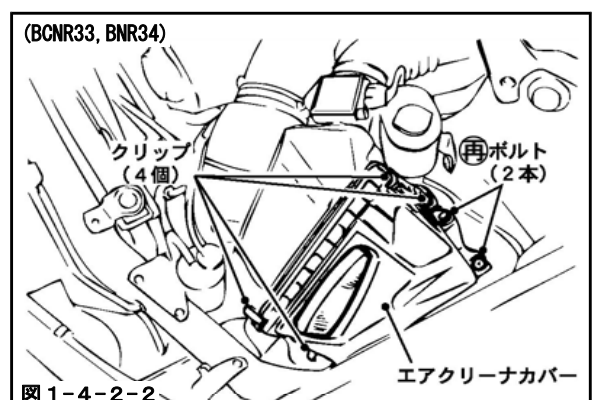

図1-4-2-2
- (6) フロント, リア(以下F, Rとする)のエアフロメータをとめているホースバンドをゆるめてください。(図1-4-2-3)